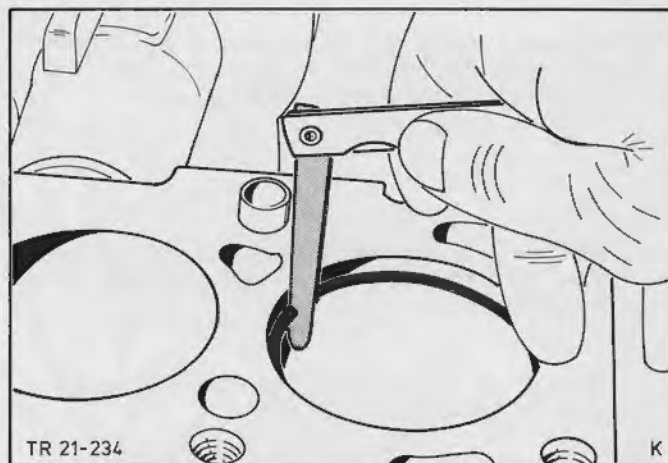

Fig.52. Kontroller stempelringgabets
34. Afmonter stempelringene fra stemplet og kontroller ringgabets, Fig.52.